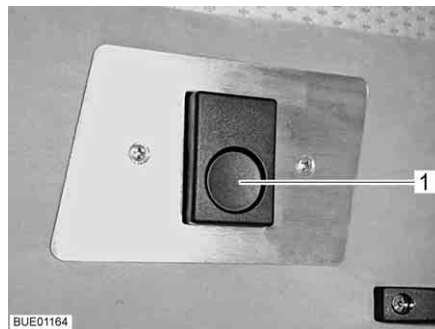
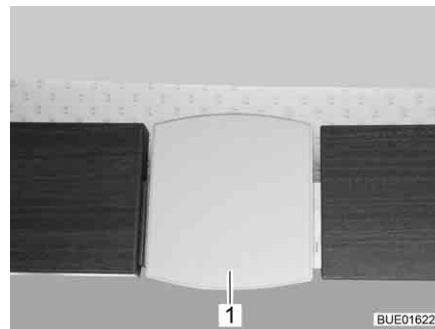

Fig. 123 Dispositif de déverrouillage (Aviano)
Fig. 124 Dispositif de déverrouillage (Viseo)
- Appuyer sur le bouton de déverrouillage (Fig. 123,1) et extraire la plaque de déverrouillage (Fig. 124,1) par le bas. Le dispositif de verrouillage est alors débloqué.